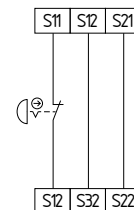

Fig. 9
**Circuito per arresto di emergenza a un canale con dispositivi di comando secondo EN ISO 13850 e EN 60947-5-5 (Fig. 9)**